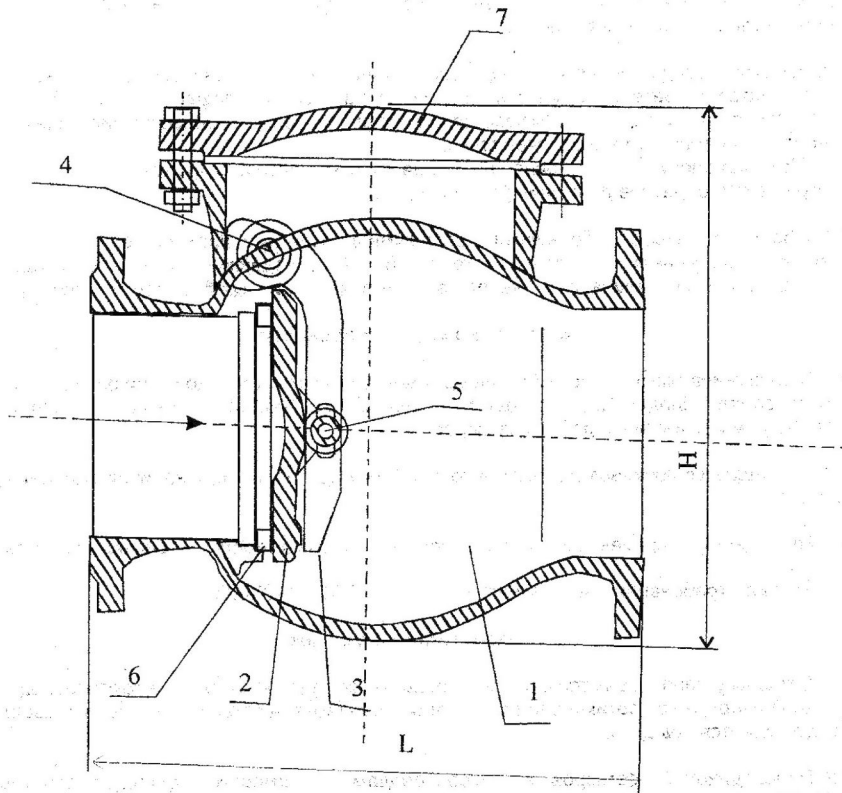

Рис. 1
5.1. Затворы обратный состоит из следующих основных деталей (см. рис. 1): корпус-1, диск-2, рычаг-3, ось-4, палец-5, кольца уплотнительные - 6, крышка-7.